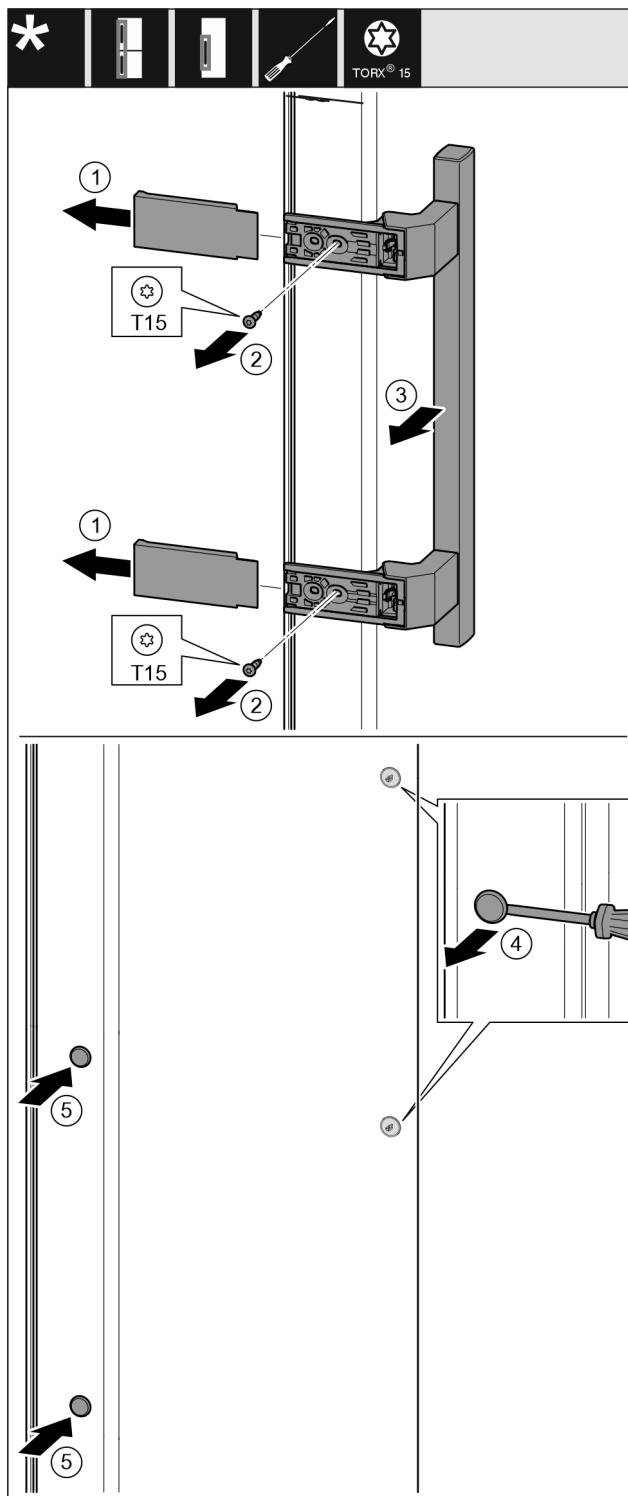

Fig. 15
- Свалете капака. *Fig. 15 (1)*
- Отвийте винтовете с отвертка Torx 15. *Fig. 15 (2)*
- Свалете дръжката. *Fig. 15 (3)*
- С плоска отвертка внимателно повдигнете страничната тапа и я извадете. *Fig. 15 (4)*
- Отново поставете тапата от другата страна. *Fig. 15 (5)*